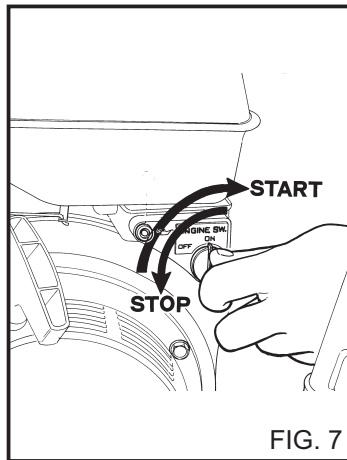

FIG. 7
3) Den Motorschalter auf ON stellen (Fig. 7).
a) Den Motorschalter auf OFF stellen. (Abb. 7).